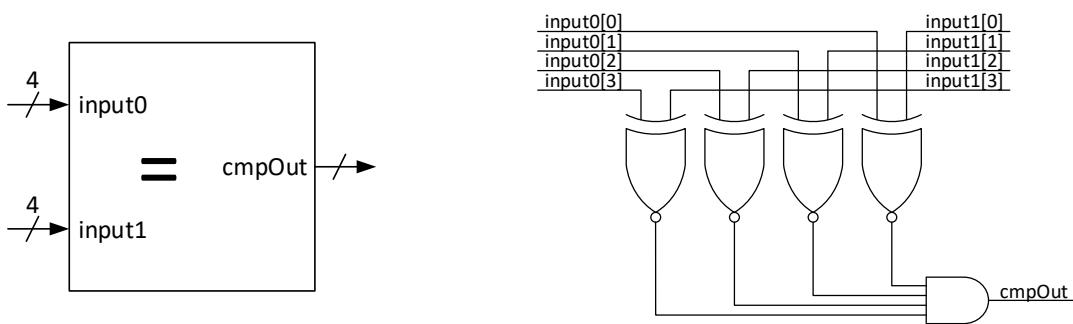
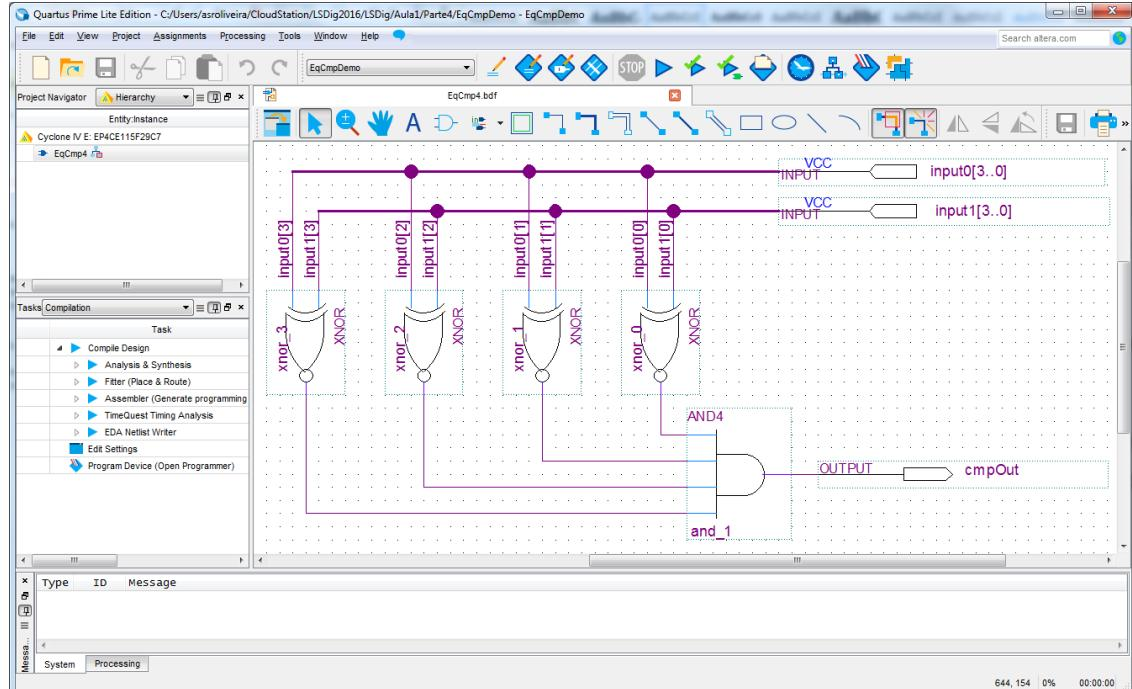

Figura 59 – Diagrama lógico do comparador de igualdade de palavras de 4 bits.
Figura 60 – Diagrama lógico do comparador de igualdade de palavras de 4 bits com interligação e identificação dos diversos elementos do circuito.
- 2.** Crie um novo ficheiro para um diagrama esquemático, chamado “EqCmp4.bdf”, para implementar um comparador de igualdade de palavras de 4 bits (Figura 59). No final da edição do esquema lógico, o circuito deve ser semelhante ao da Figura 60. Utilize os componentes “xnor” e “and4” da biblioteca do “Quartus Prime” acessível através do “Symbol Tool”.